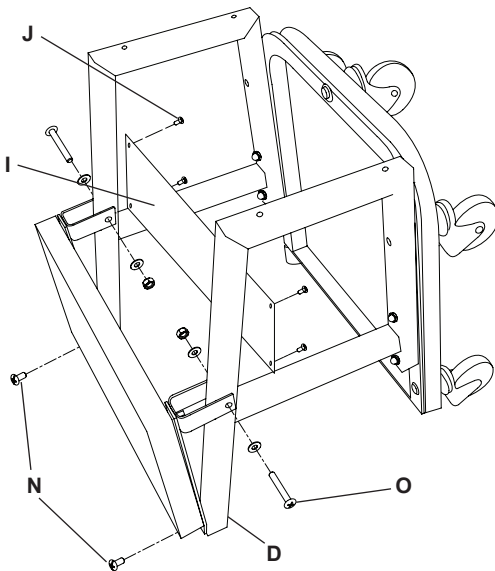

Figura 3: Fijación del asiento de la plataforma rodante
3. Fije el asiento de plataforma rodante a los marcos laterales (D) de la marco de la rueda (F) con dos tornillos Phillips M6 x 40 (O), con arandelas (L) y tuercas (N), y dos tornillos Phillips M6 x 12 (J) (Figura 3).